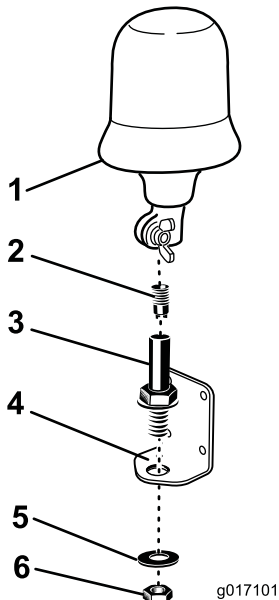

**Bild 3**
3. Befestigen Sie die Rundumleuchtenhalterung mit den zwei U-Bügeln und vier Sicherungsmuttern an der Strebe des Überrollschatzes (Bild 3).